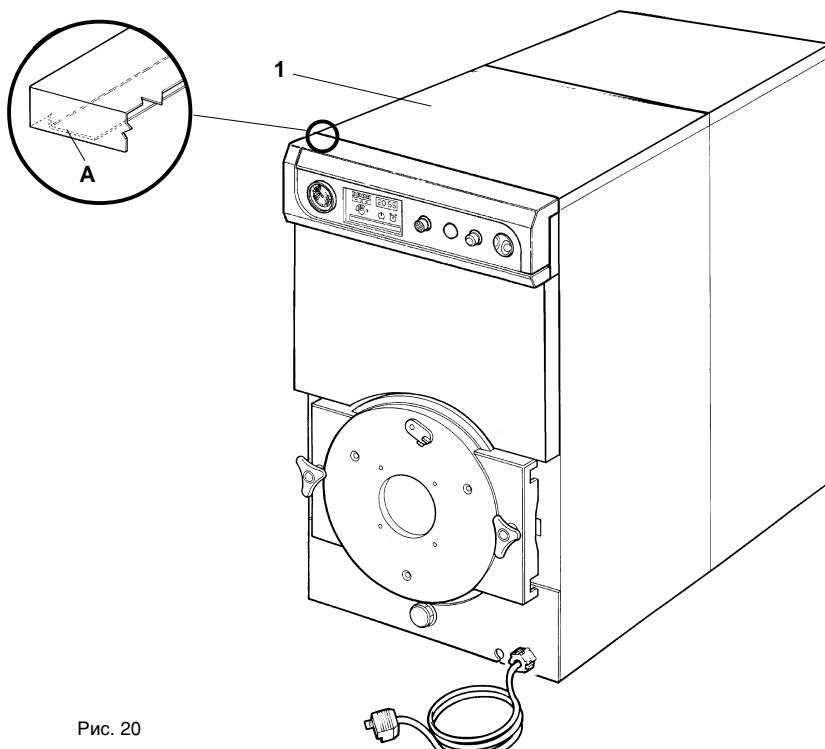

Рис. 20
4.17 (Рис. 20) Смонтировать верхнюю переднюю панель 1.